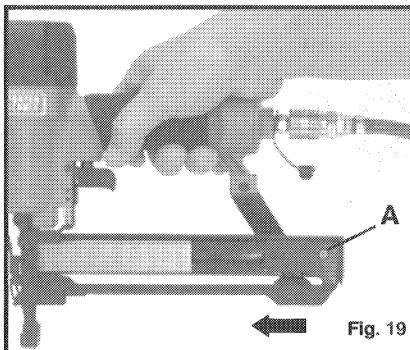

Fig. 19
4. Apriete el botón cerrador del seguidor (A) Fig. 19, para desenganchar el seguidor, entonces deslícelo hacia adelante hasta que quede junto a las grapas.